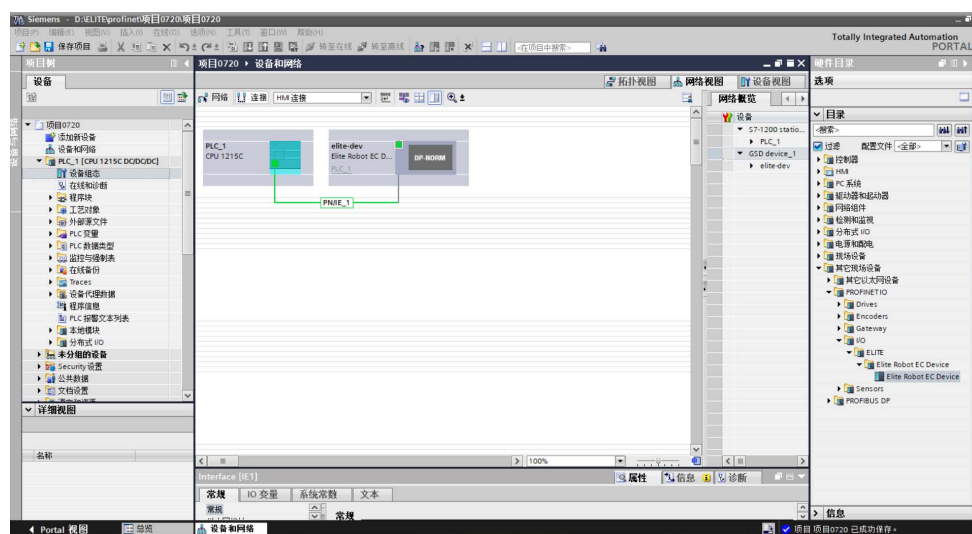

图 3-4：连接到 PLC
3. 连接 Elite Robot EC Device 到 PLC，如图 3-4 所示。